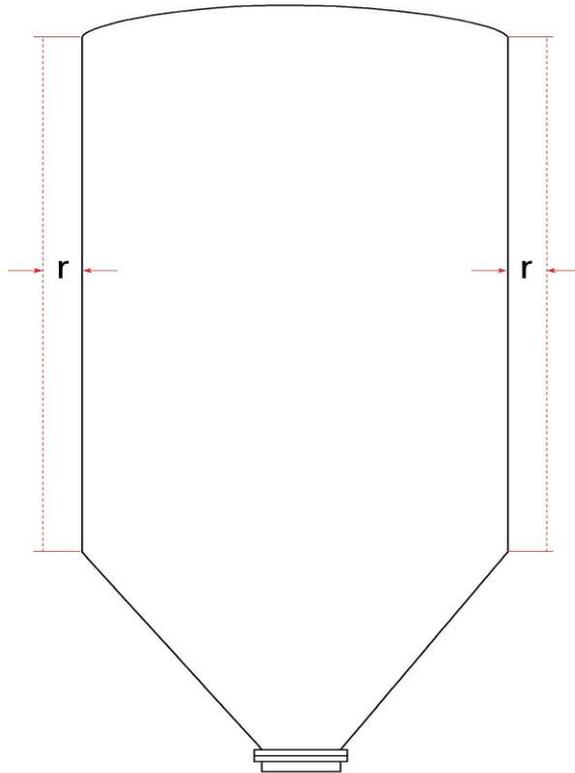

Рисунок 36
- ⦿ **Side Margins** — задаётся допуск для центральной части ёмкости, которая может быть цилиндрической или кубической (см. Рисунок 36). Используется для ввода допуска в случаях, когда неизвестна толщина стенок ёмкости, а допуск необходим для возможности обнаружения точек отражения от стенок ёмкости. Любая точка, которая будет находиться в пределах этого допуска, будет считаться точкой на стенке ёмкости на проекции X-Y и, таким образом, не будет исключена из измерений. По умолчанию: 1m (м)